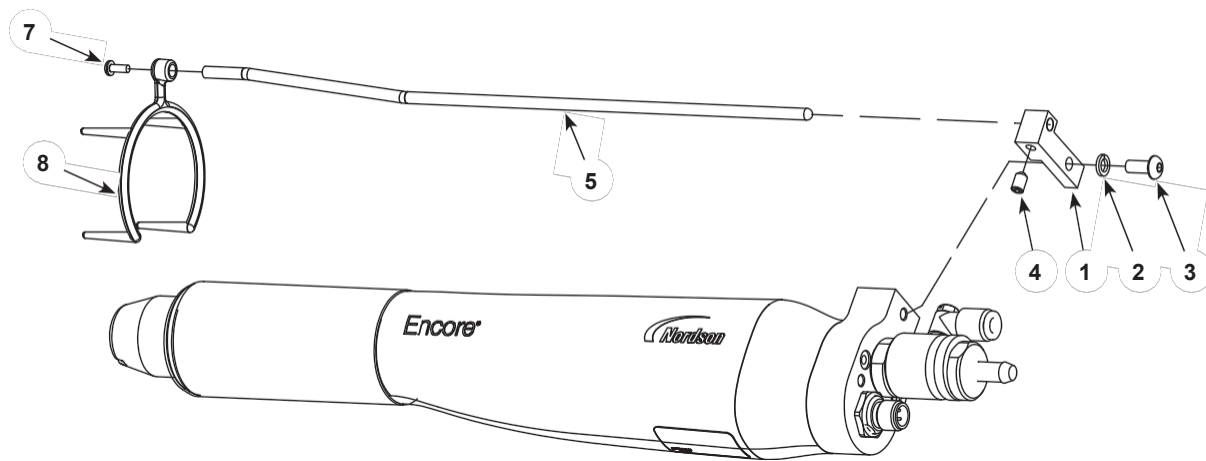

Figura 3-4 Conexiones de la pistola pulverizadora – Boquilla cónica mostrada
1. Véase la figura 3-4. Instale el bloque de montaje (1) en la pistola pulverizadora con la arandela de seguridad M5 y los tornillos (2, 3).
2. Inserte la varilla colectora (5) en el bloque y fjela con el tornillo de fijación M5 x 8 (4) incluido en el kit del colector de iones.
3. Deslice la punta multipunto (6) sobre la tuerca de la boquilla y fjela a la varilla colectora con el tornillo M3 (7).
3. Véase la figura 3-4. Afloje el tornillo de fijación (4) y aleje la punta multipunto del extremo delantero de la pistola pulverizadora.